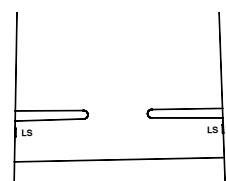

Bild 5
- För standard U.S. 8 1/2" x 11", 8 1/2" x 14" 1papper, flytta båda pappersföringarna så att de invändiga hörnen är riktade efter markeringen LS på matningsbordet (se bild 5 för placeringen). För A4-papper, rikta de utvändiga hörnen på pappersföringarna efter de raka A4-markeringarna. Dra åt båda vingskruvarna (observera: dra inte åt dem för hårt).